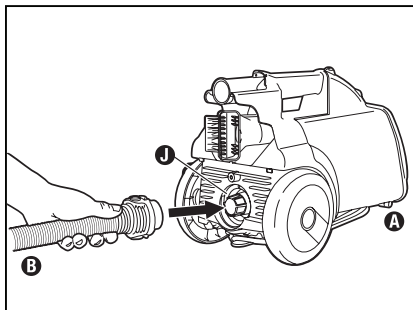

Fig. 9
Étape 2: Détachez le tuyau **B** de l'avant du traîneau **A** et fixez-le à l'orifice de refoulement **J** à l'arrière du traîneau (Fig. 9).